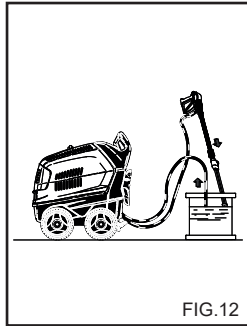

FIG.12
**WERKWIJZE VOOR DE ANTI-VRIES (Fig. 12)**